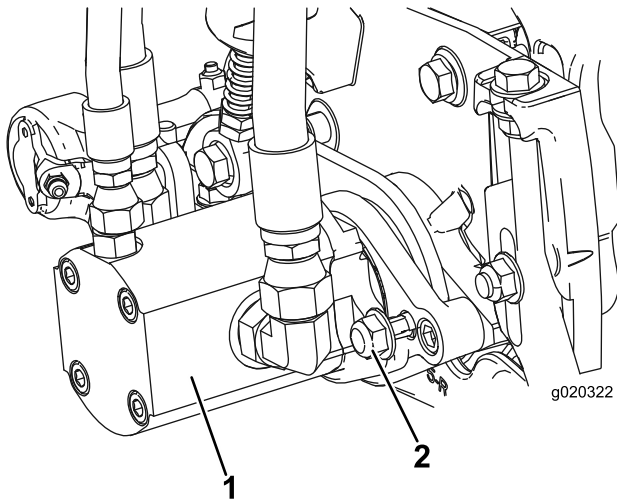

Figura 10
15. Instale el motor girándolo en sentido horario de modo que las bridas del motor no choquen con las contratuerzas (Figura 10). Gire el motor en sentido antihorario hasta que las bridas rodeen las tuercas, luego apriete las tuercas.